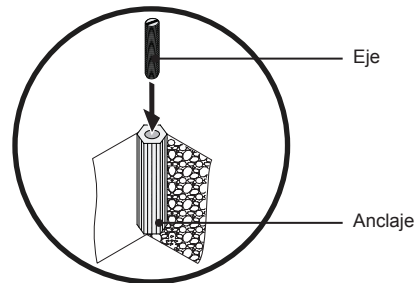

Figura 4. Perforación del agujero Marcos
- 5 Pase el eje en el ancla. Si es necesario, tal vez utilizar un destornillador. Deje $\frac{3}{8}$ " del eje expuesta (Figura 4).